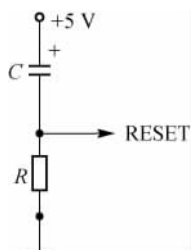
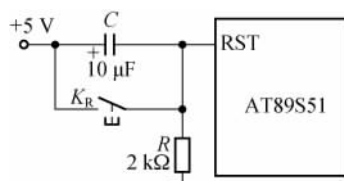

图 1-6 上电复位电路
图 1-7 按键复位电路
(2)复位电路。复位电路分为上电自动复位和按键复位两种。上电自动复位是给电容 C 充电加给 RST 引脚一个短的高电平信号,此信号随着 V_{CC} 对电容 C 的充电过程而逐渐回落,即 RST 引脚上的高电平持续时间取决于电容 C 充电时间。为保证系统可靠复位,RST 引脚上的高电平必须维持足够长的时间,如图 1-6 所示。除了上电复位外,有时还需要按键复位,按键复位电路如图 1-7 所示。在实际应用中,为了控制方便,提高可靠性,单片机的复位电路往往包含以上两种复位方式。